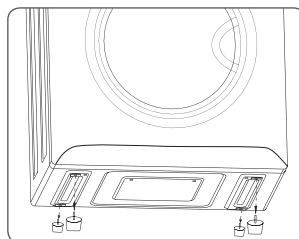

Figura 4
**a** Para posicionar a Secadora ao contrário, retire os 4 pés na parte inferior (Figura 4).